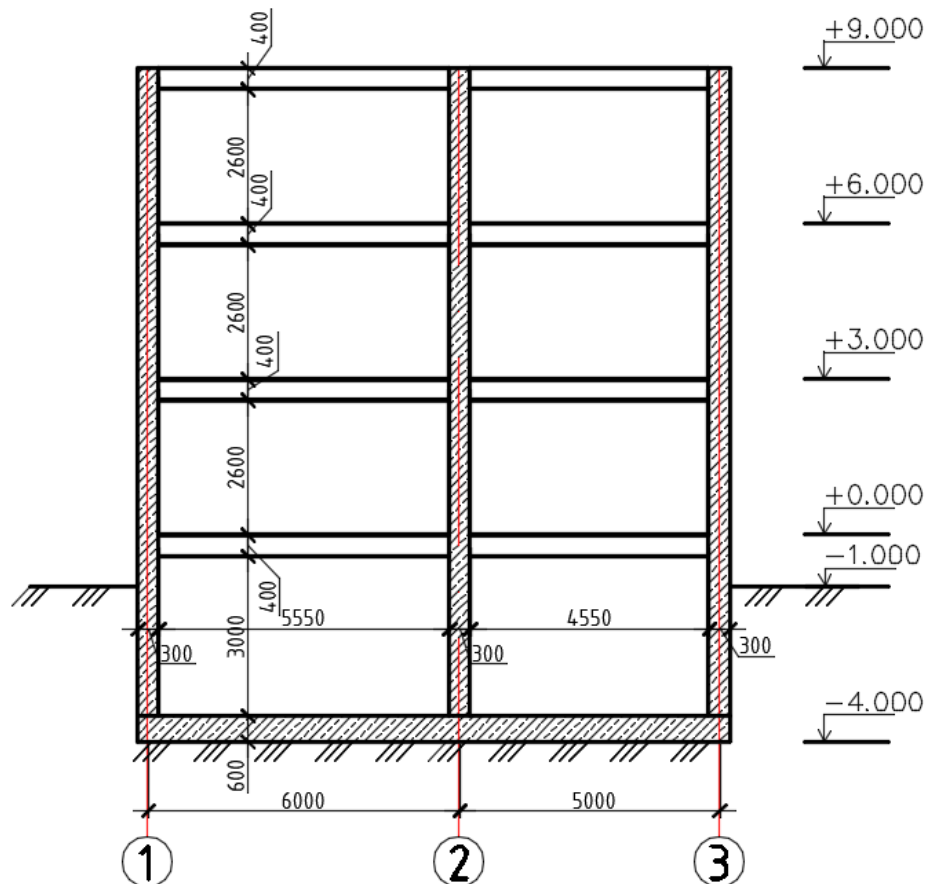

Рисунок 8 - Схема каркаса здания
- Схема каркаса здания показана на рисунок 8.